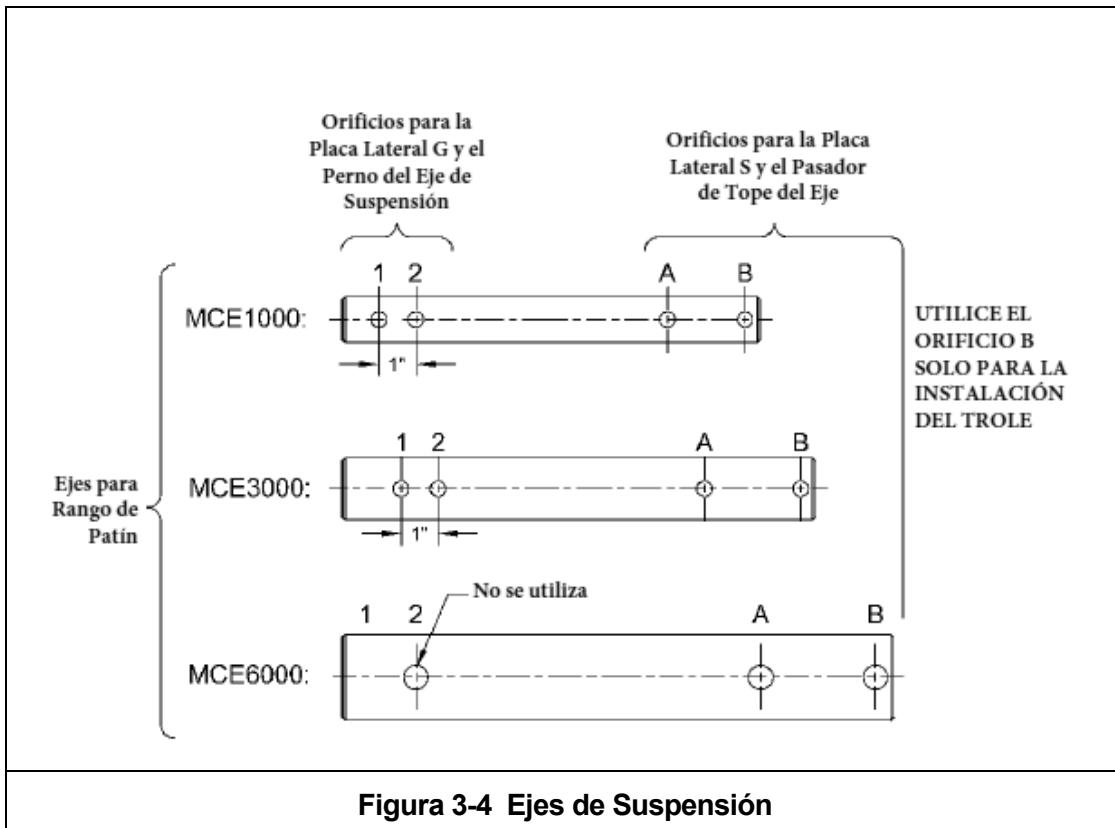

Figura 3-4 Ejes de Suspensión
- 3) Inserte el Eje de Suspensión en la Placa Lateral G (lado del motor) y fíjelo con el Perno de Suspensión de Eje, la Tuerca Ranurada y la Chaveta. Consulte la Figura 3-4 y asegúrese de utilizar los orificios correctos para el Eje de Suspensión. Doble firmemente ambas ramas de la Chaveta después de insertarlo.
- 5) Retire el Pasador de Tope del Eje del Orificio B y vuelva a instalarlo en el Orificio A (véase la Figura 3-4). Doble firmemente la Chaveta. Nunca utilice el trole con el Pasador de Tope del Eje en el Orificio B. El Orificio B se utiliza ÚNICAMENTE al instalar el trole en la viga.